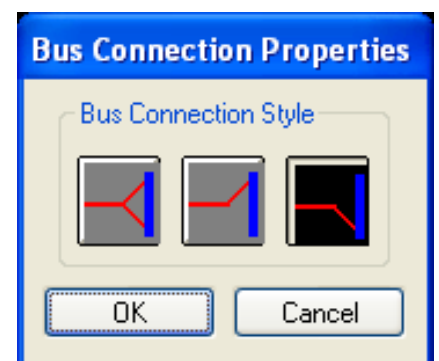

Рисунок 5.19– Окно **Bus Connection Properties** для изменения вида подключения цепи к линии групповой связи
- в появившемся диалоговом окне **Bus Connection Properties** (см. рис. 5.19) необходимо ЛК избрать новый вид подключения цепи к линии групповой связи и нажать ОК.